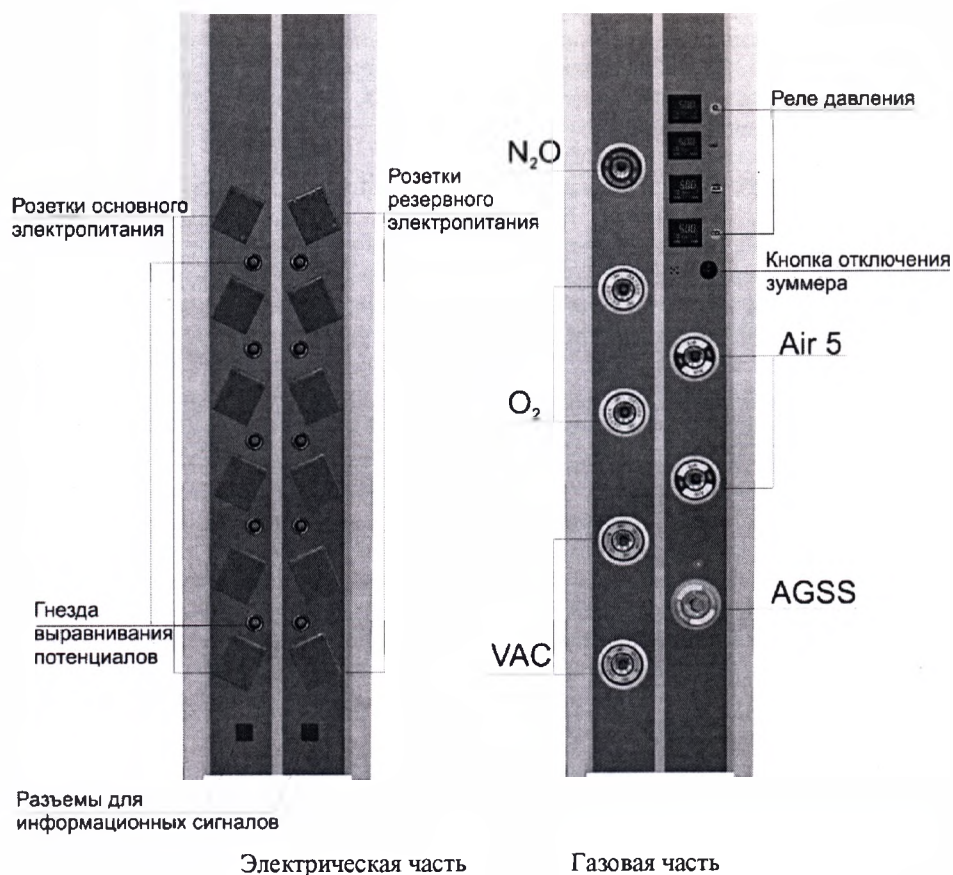

Рис. 5 Расположение клапанов медгазов быстрого подключения и розеток электропитания
- 6.5. Рис. 5. Розетки основного электропитания имеют зеленые защитные крышки, резервного – красные. Верхние розетки каждой группы имеют световые индикаторы, сигнализирующие о присутствии напряжения питания.